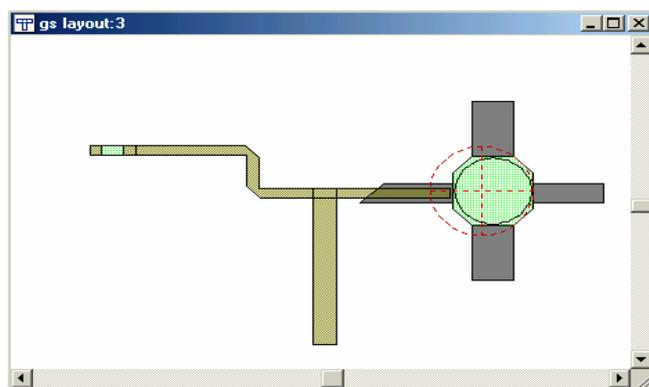

Рис. 4.26. Новая слитая топология усилителя
7. Нажмите **Ctrl+A** на клавиатуре и выберите все топологические ячейки. Кликните кнопку **Snap Together** на инструментальной линейке. Топология будет иметь вид как на рис. 4.26.